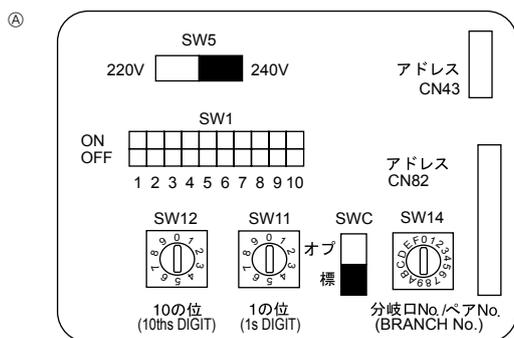

Fig. 7-4
7.5. Configuración de las direcciones (Fig. 7-4)
7.6. Captar la temperatura de la sala con el sensor incorporado en el mando a distancia (Fig.7-4)